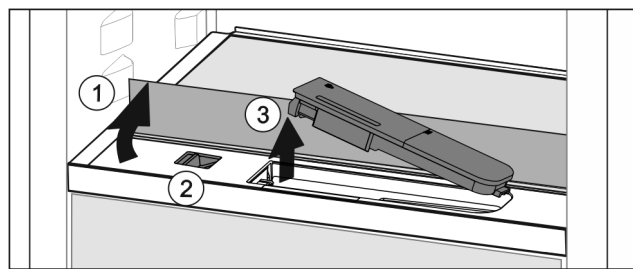

Fig. 114
- ▶ Sollevare il ripiano di vetro e ribaltarlo all'indietro fino all'arresto Fig. 114 (1).
- ▶ Spostare il cursore Fig. 114 (2) a sinistra.
- ▶ Rimuovere il serbatoio dell'acqua Fig. 114 (3).